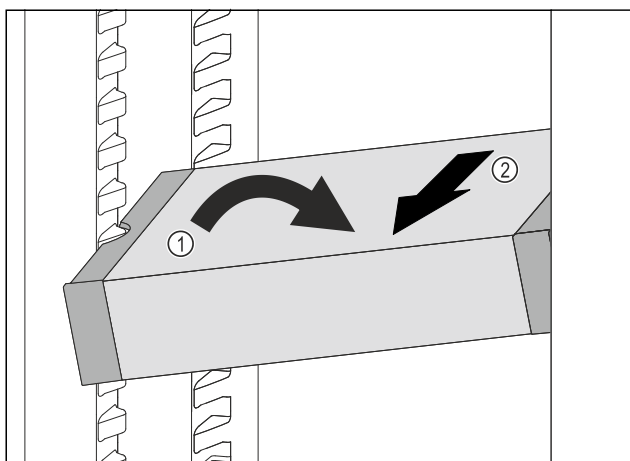

Fig. 114
- Predal VarioSafe postavite v hladilniku postrani. Fig. 114 (1)
- Predal VarioSafe izvlecite v smeri naprej. Fig. 114 (2)